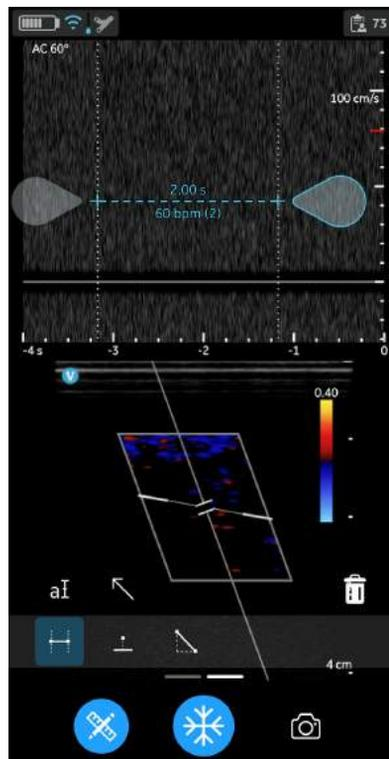

Abbildung 5-32. Zeitintervallmessung im PW-Modus
4. Das System zeigt die Zeitmessung und die entsprechende berechnete Herzfrequenz an. Die Anzahl der Schläge, die für die Herzfrequenzberechnung verwendet werden, wird zusammen mit der berechneten Herzfrequenz aufgeführt. Beispiel: „60 bpm (2)“ (siehe Abbildung 5-32).